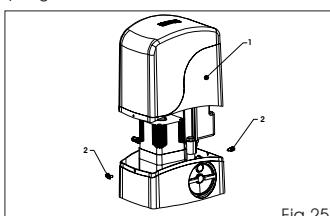

Fig.25
Una vez terminada la instalación del operador, realice una atenta comprobación funcional de todos los accesorios y de los dispositivos de seguridad conectados. Coloque de nuevo el soporte de la tarjeta en su posición original. Introduzca el cárter, Fig. 25 ref. 1, y apriete los dos tornillos laterales suministrados en dotación, Fig. 25 ref. 2.